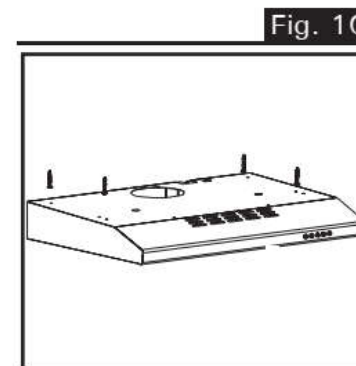

Fig. 10
- Encostar o exaustor no armário suspenso e inserir os 4 parafusos operando pela parte interna do aparelho para perfuração do armário suspenso (Fig.10).